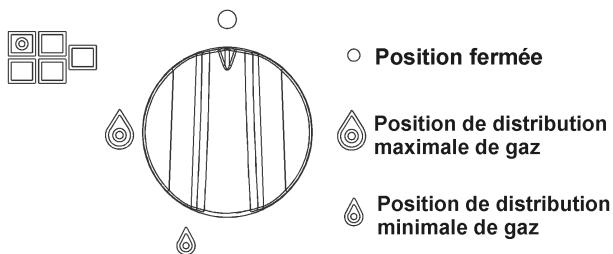

FIG. 1
Enfoncer et tourner dans le sens inverse des aiguilles d'une montre le bouton correspondant au brûleur à utiliser, l'amener sur la position Maximum (grande flamme fig. 1) et approcher une allumette du brûleur.
Enfoncer et tourner dans le sens inverse des aiguilles d'une montre le bouton correspondant au brûleur à utiliser, l'amener sur la position Maximum (grande flamme fig. 1) puis enfoncer et relâcher le bouton d'allumage.
Enfoncer et tourner dans le sens inverse des aiguilles d'une montre le bouton correspondant au brûleur à utiliser, l'amener sur la position Maximum (grande flamme fig. 1) puis enfoncer le bouton à fond.
Avec les brûleurs dotés d'un thermocouple de sécurité, il faut tourner dans le sens inverse des aiguilles d'une montre le bouton correspondant au brûleur à utiliser, l'amener sur la position Maximum (grande flamme fig. 1) jusqu'à entendre un léger déclic puis enfoncer le bouton et répéter les opérations indiquées précédemment.
- Lorsque l'ébullition a été atteinte, amener le bouton sur la position Minimum (petite flamme fig. 1).